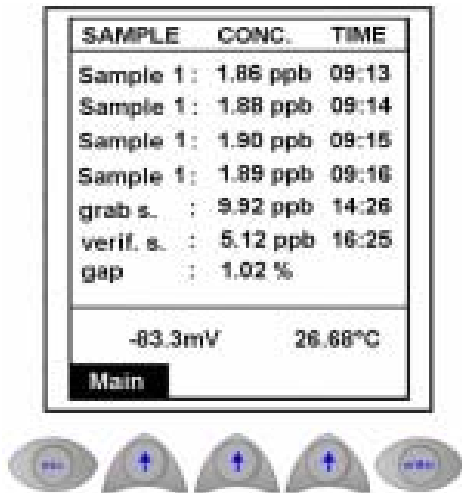

图 3-4 历史测量页面
- **Hist**—选择这个选项将会显示最后的四次测量（见第 36 页上的图 3-4）。同时也会显示当前测量的详细信息。